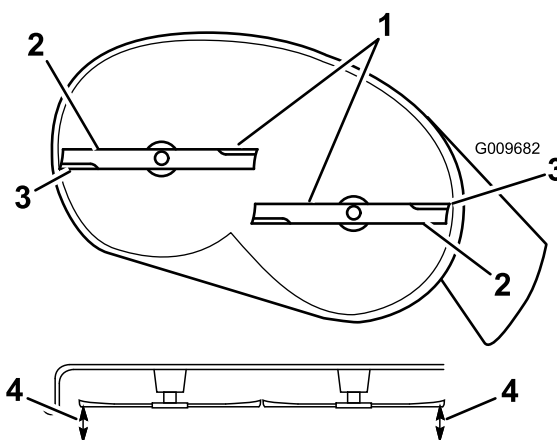

Figura 53
4. Gire cuidadosamente las cuchillas hasta que estén todas orientadas lateralmente (Figura 53).
5. Mida entre los bordes de corte exteriores y la superficie plana (Figura 53). Si hay una diferencia de más de 5 mm (3/16") entre ambas dimensiones, se requiere un ajuste; siga con este procedimiento.